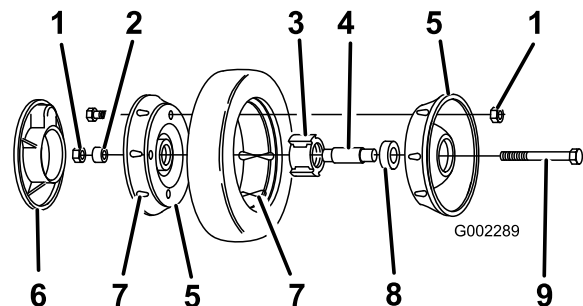

Figura 32
3. Retire el perno, el suplemento de la rueda y la contratuerca que monta la rueda al brazo de pivote (Figura 32).
4. Separe las mitades de la rueda del neumático retirando los 4 pernos y las 4 contratuercas (Figura 32).
Nota: Si retira los cojinetes del conjunto de cojinete/buje, retírelos apretando sobre el suplemento del cojinete (Figura 32).
1. Coloque el neumático en una mitad de rueda, alineando las orejetas en cada pieza (Figura 32).
2. Coloque el conjunto cojinete/buje en el hueco central de la mitad de la rueda. Asegúrese de que las patas del buje están posicionadas sobre la brida del hueco (Figura 32).
3. Coloque la otra mitad de la rueda sobre el conjunto cojinete/buje, alineando las orejetas de la rueda y del neumático y los taladros de montaje (Figura 32)
4. Usando 2 tornillos o pernos de rosca completa (1/4-20 x 1.50 pulg.) y tuercas no de freno, conecte sin apretar las dos mitades de la rueda. Monte los tornillos o pernos en taladros opuestos (Figura 32).
5. Compruebe la alineación de todas las piezas y apriete los pernos, alternando de uno a otro para que el encaje sea uniforme, hasta que las mitades de la rueda estén juntas (Figura 32).
6. Instale los 2 pernos y 2 contratuercas que retiró anteriormente en los taladros restantes de las mitades de la rueda, y apriételos. Retire los dos tornillos o pernos largos y sustitúyalos por 2 pernos y 2 contratuercas (Figura 32).
7. Instale la rueda en el brazo de pivote con los pernos, un suplemento y una contratuerca. Asegúrese de que el suplemento está colocado entre el buje de la rueda y el brazo de pivote (Figura 32).